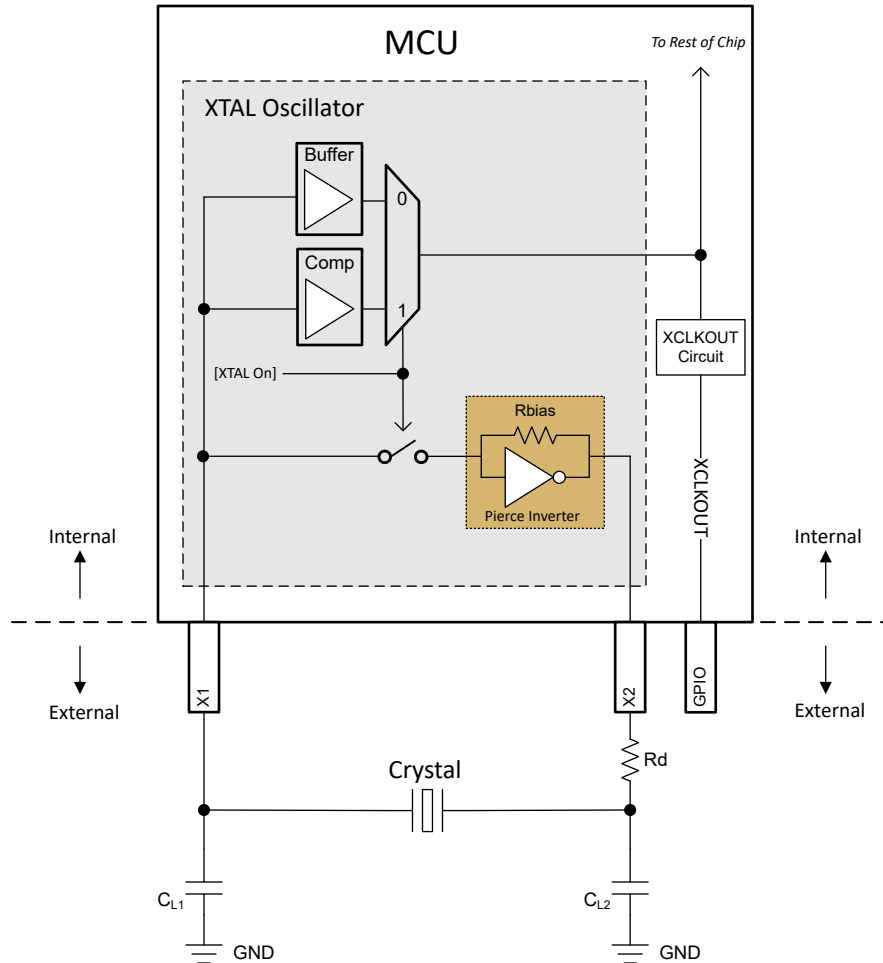

図 6-15. 電気発振回路のブロック図
このデバイスの電気発振回路は、ピアス発振器です。これは正帰還インバータ回路であり、発振するためにはチューニング回路が必要です。この発振器に適合する水晶振動子と組み合わせると、タンク回路が形成されます。このタンク回路は、水晶振動子の基本周波数で発振します。このデバイスでは、発振器は、並列容量 (C0) および必要な負荷容量 (CL) によって、並列共振モードで動作するように設計されています。図 6-15 に、電気発振回路とタンク回路の部品を示します。
図 6-15 によれば、CL1 と CL2 が直列になっているので、水晶振動子から見た等価合計容量を求めるには、静電容量の直列式を適用して、CL1 = CL2 の場合、単純に $[CL1]/2$ と計算する必要があります。